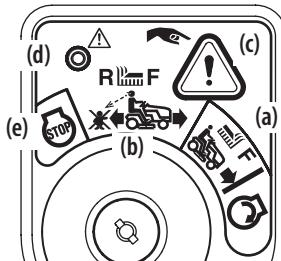

Figure 21
2. Tournez la clé de la position de tonte normale ⚡ (a) à la position de tonte en marche arrière (b) ⚡ (b) à la position d'allumage. Voir Figure 21.
3. Appuyez sur le bouton de marche arrière (c) situé dans le coin supérieur droit du module de commutateur d'allumage. Le témoin lumineux rouge (d) dans le coin supérieur gauche s'allume lorsque le bouton de marche arrière est activé. Voir Figure 21.
5. Regardez toujours derrière vous et par terre avant de reculer et lorsque vous reculez pour vous assurer qu'il n'y a pas d'enfants à proximité. Après avoir repris la marche avant, tournez la clé à la position de tonte normale ⚡ (a). Voir Figure 21.
6. Le mode de tonte en marche arrière ⚡ (b) demeure activé jusqu'à ce que (voir Figure 21) :